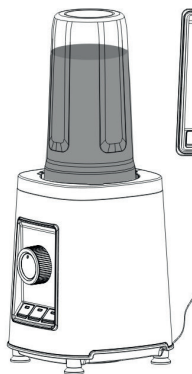

Fig 11
- Sätt i kontakten och vrid funktionsväljaren (14) till ON och tryck på valfri programknapp, alternativt vrid till valfri steglös inställning. Fig 11.